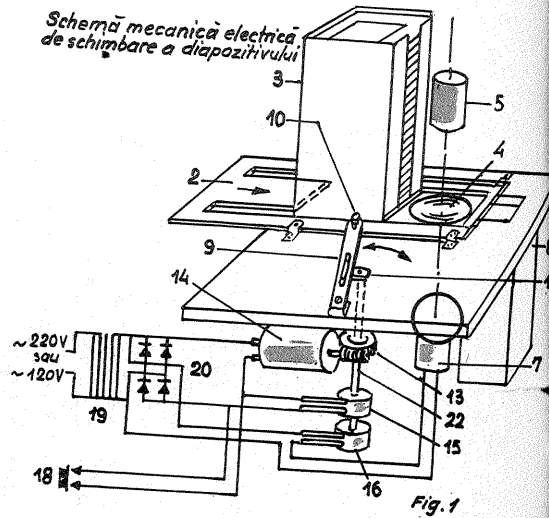

Fig. 1
Schema electrică din fig. 1 nu necesită decît puține explicații suplimentare. Camele (15) și (16) sînt discuri din material plastic ( $\phi 25 \times 12$  mm) înfășurate pe porțiuni de circumferință cu cîte o fișie de tablă de cupru, lățea de cca 12 mm pentru scurtcircuitarea lamelor de contact.